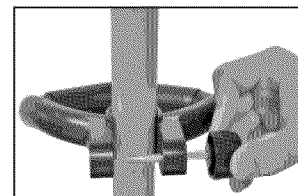

Figura 12 - Inserción del perno en el asa
3. Vuelva a insertar el perno en el asa frontal (vea la Figura 12).